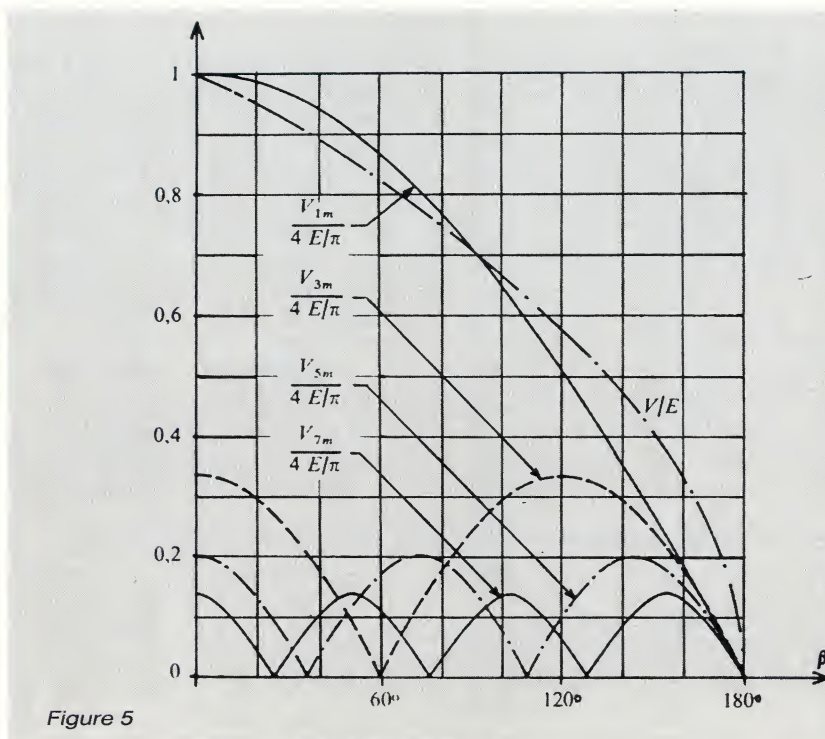

Figure 5
**figure 3.** Les variations du flux induit à travers le circuit magnétique résultent de la somme algébrique des courants  $i_1$  et  $i_2$  circulant dans le primaire. Ainsi, pour des courants carrés complémentaires ( $i_1 = i_2$ ) on récupère en sortie un potentiel purement carré d'amplitude correspondant au rapport primaire/secondaire. Pour un rapport cyclique de 0,5, le développement en série de Fourier est le même que celui proposé précédemment. A présent, modifions la largeur des impulsions de courant  $i_1$  et  $i_2$  conformément à la **figure 4**. On s'aperçoit alors que la forme du signal engendré en sortie s'apparente plus ou moins à une sinusoïde. Cette ressemblance étant conditionnée par chaque largeur égale des courants. C'est une psuedo-sinusoïde dont le développement en série de Fourier se trouve en **figure 2b**. On remarque donc qu'en intervenant sur l'angle durant lequel le courant dans le primaire ne circule pas, on conditionne le taux de distorsion global du signal. Ceci est illustré par l'ensemble des courbes dessinées à la **figure 5**. Ainsi, pour certaines valeurs de l'angle d'ouverture noté  $\beta$ , on pourra annuler certains harmoniques et moduler le taux de distorsion total. Nous avons retenu une valeur oscillant entre 60 et 50 degrés. Pour cette dernière valeur, le taux de distorsion vaut 25 % environ.